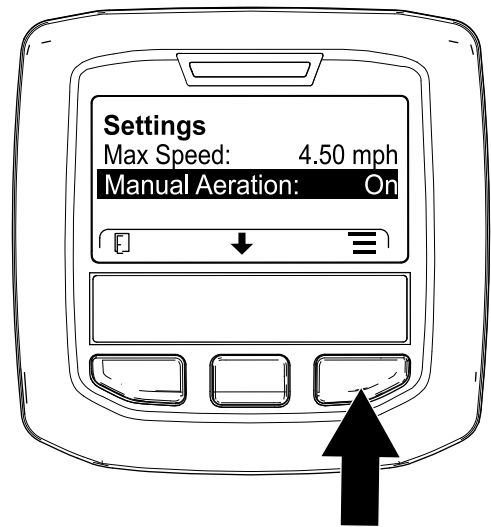

图 124
5. 按中间 InfoCenter 信息中心按钮直至 MANUAL AERATION 手动打孔选项被选定然后按右侧按钮 图 124 将手动打孔设置为打开。